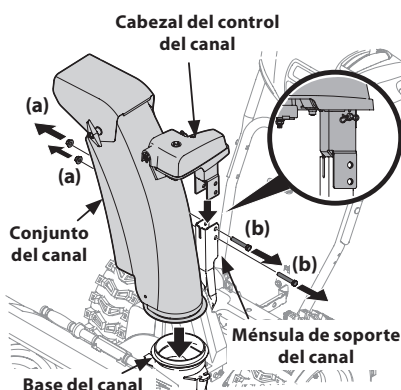

Figura 2-21
1. Extraiga las tuercas de seguridad (a) y los tornillos hexagonales (b) de la ménsula de soporte del canal (para lo que se requerirán dos llaves). Consulte Figura 2-21.